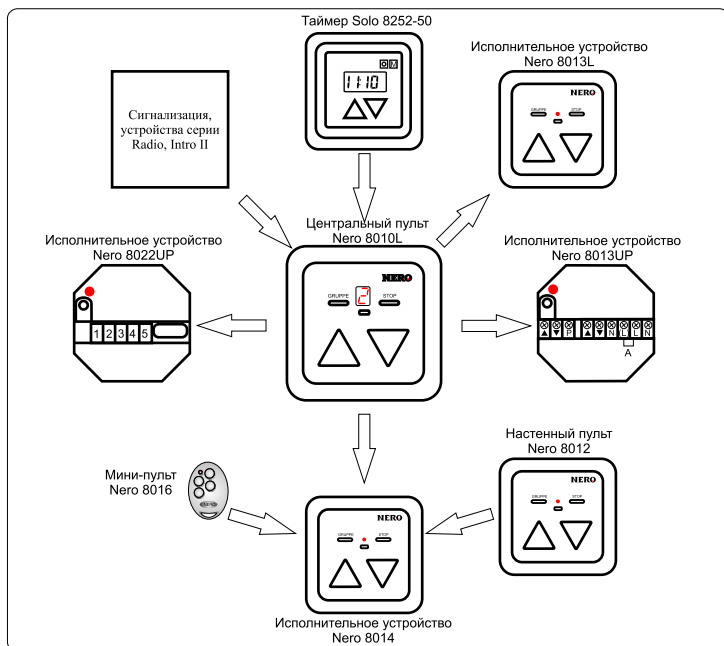

Рисунок 1. Совместимость устройств системы Nero
- исполнительные устройства (см. рисунок 1).